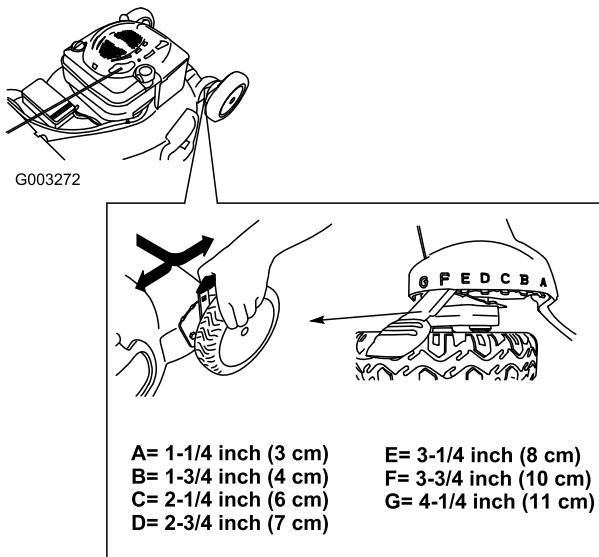

Figura 11
**Nota:** Para elevar la máquina, mueva las 4 palancas de altura de corte hacia adelante; para bajar la máquina, muévalas todas hacia atrás (Figura 11).